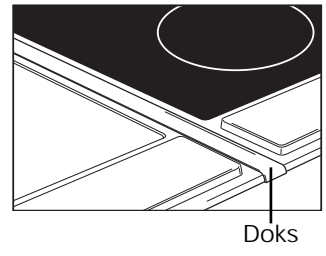

fig. 17
- Met de koppelstrip (DOKS) kunt u 2 of meer DOMINO-toestellen gezamenlijk in één nisruimte inbouwen en aan elkaar koppelen. Zie fig. 17.